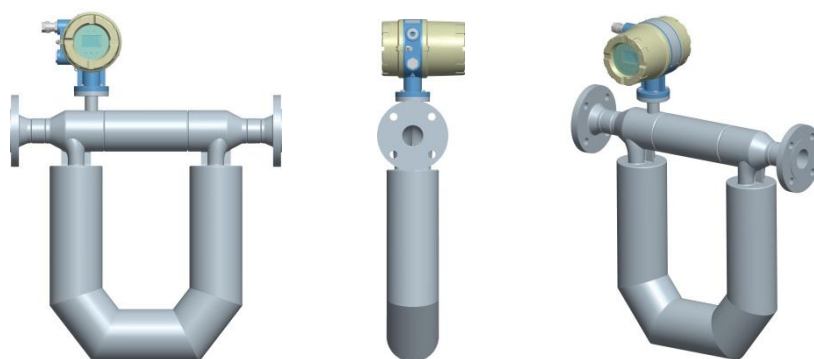

图 1-12 US 系列一体式质量流量计, T1 变送器
1.3.1.2 T1 版变送器, 口径 DN10 以上 见图 1-12、1-13 和 1-14